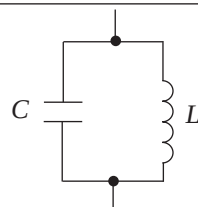

Рис. 11. Электрическая схема колебательного контура. C – емкость конденсатора; L – индуктивность катушки
1. Конденсатор и катушка индуктивности, соединенные между собой в замкнутую цепь, представляют собой *колебательный контур*, в котором могут происходить электромагнитные колебания (рис. 11).